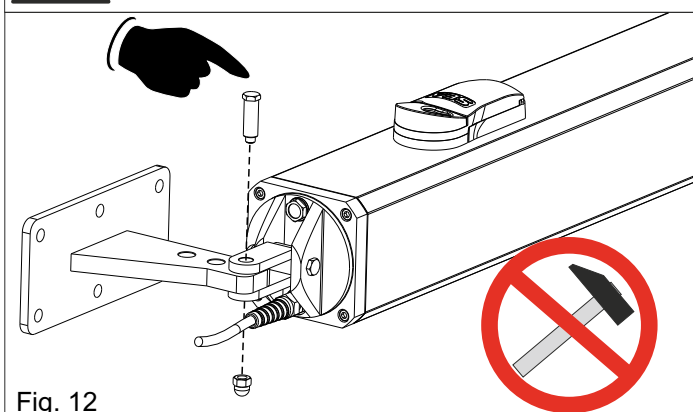

Fig. 12
- Positionner la fourche oscillante de l'opérateur sur le support comme indiqué en Fig. 12;
- Insérez le pivot court entre fourche et support en utilisant uniquement la pression manuelle (Fig. 12)
- Fixez le pivot avec son écrou (Fig. 12)